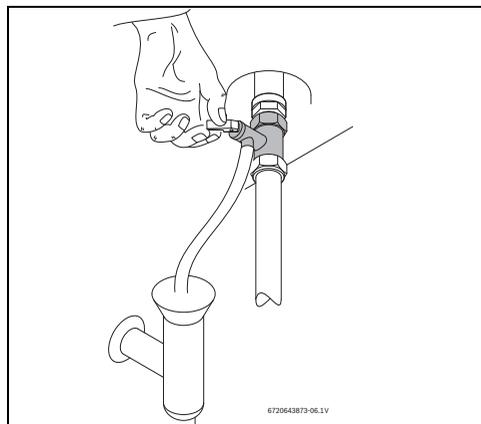

Fig. 15 Ouverture manuelle de la soupape de sécurité
- ▶ Ouvrir la soupape de sécurité (fig. 15).
- ▶ Ouvrir la soupape de sécurité au moins une fois par mois (fig. 15).